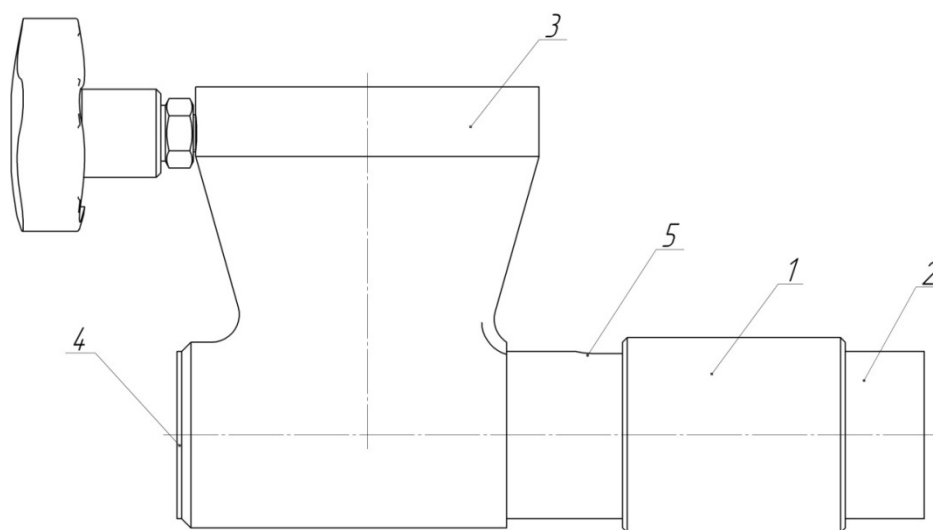

Рис.4. Инжекторное устройство.
6.10 Перемещая втулку 1 (рис.4) добиться устойчивого (без пульсаций) расхода абразивного материала. В случае попадания в смеситель посторонних частиц, по своим размерам превышающие проходной диаметр смесителя, необходимо демонтировать заглушку 4 из соединительного тройника 3, и извлечь их.